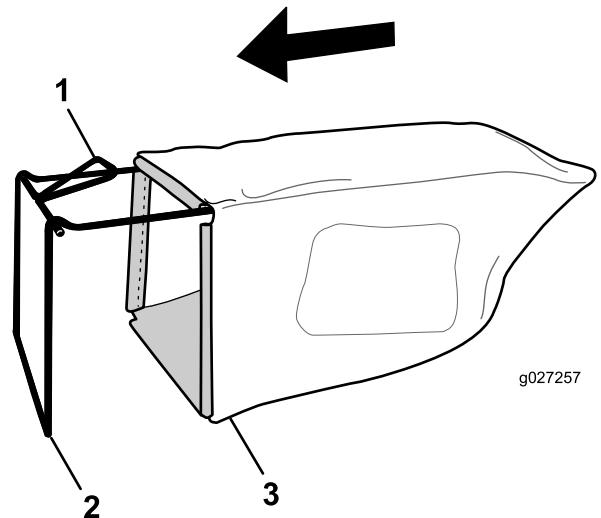

Bild 6
1. Schieben Sie den Fangkorb auf den Rahmen, wie in Bild 6 abgebildet.
Hinweis: Schieben Sie den Grasfangkorb nicht über den Holm (Bild 6).